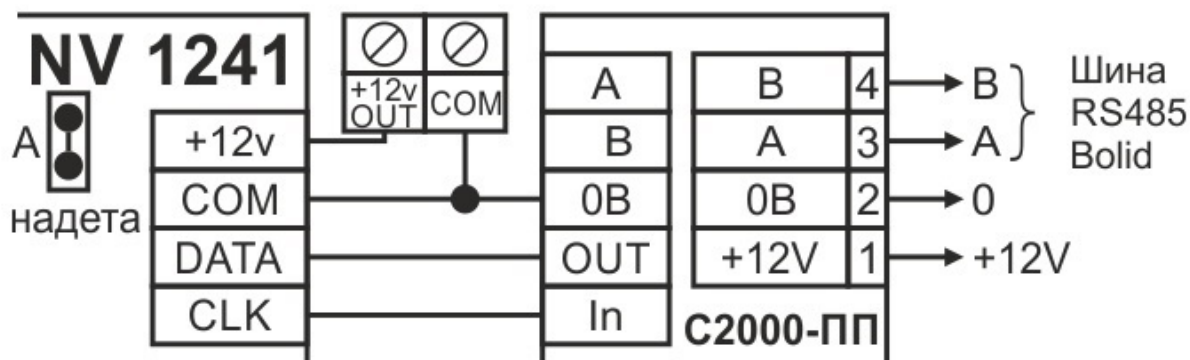

Рис.1 Подключение NV 1241 к С-2000ПП.
Питание модуля согласования осуществляется от разъема 12V out/COM передатчика (Рис.1)
3.2 Подключение к внешней панели (Рис.1)